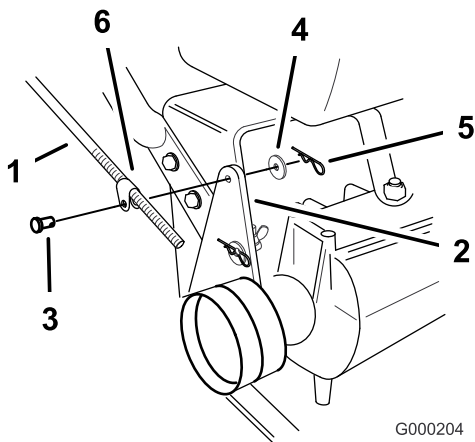

Figura 18
1. Retire la chaveta, la arandela y el pasador que sujetan el acoplamiento de la varilla de control al soporte de la polea tensora (Figura 18).